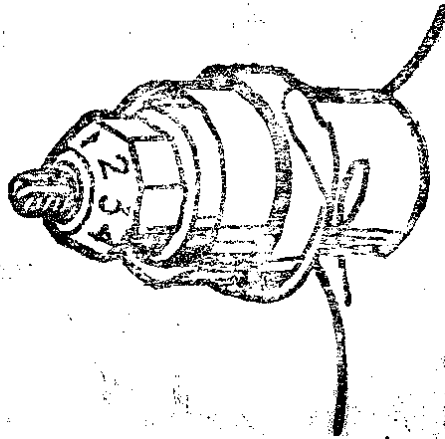

Рис. 20
9.1. Регулирование натяжения верхней нитки осуществляется при опущенной нажимной лапке с помощью регулятора натяжения, показанного на рис. 20.